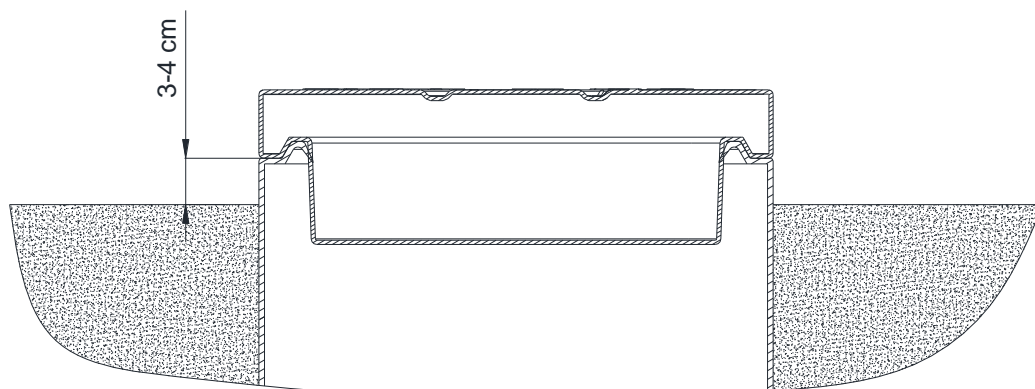

Fig.1
3.5. In zonele verzi, se aduce terenul pana la 3-4 cm sub partea superioara a caminului (vezi Fig.1), dupa care se fixeaza capacul prin presare. Deasupra unui camin astfel montat, este permis accesul pietonal, dar nu este admisa circulatia automobilelor sau a oricaror alte vehicule.